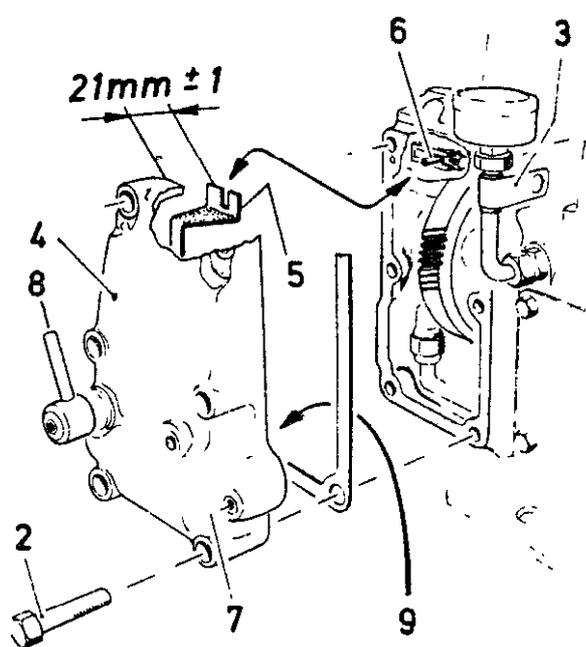

Fig. 74
Påse at pumpetannstangen (se fig. 74, pos. 6) går i inngrep i spalten i regulatorarmen (fig. 74, pos. 5). Er alt i orden, kjennes det som litt dødgang (klikk) når en vrir på reguleringshendelen (8) i stoppstilling.
4. Sett skruejernet (5) ned gjennom spalten i blikkmellomlegget (6) og pumpekassen og bend regulatorarmen (fig. 74, pos. 5) forsiktig ut og hold den slik.